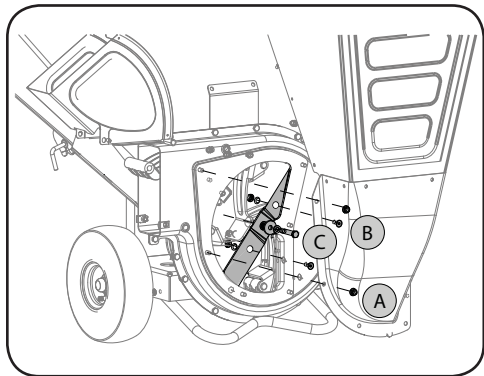

Figure 4-4
4. Retirez les six écrous à bride qui fixent l'ouverture de la trémie d'alimentation au boîtier de la turbine. Voir A à la Figure 4-4.
7. Retirez les deux boulons intérieurs, les contre-écrous et les rondelles de blocage qui fixent la lame de broyage à la turbine. Voir B à la Figure 4-4.
8. Retirez le boulon, la rondelle de blocage et la rondelle plate pour retirer la lame de broyage. Voir C à la Figure 4-4.